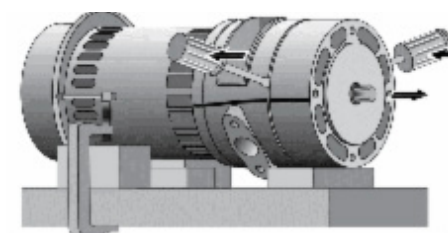

Figura 20
10. Golpee cuidadosamente con un destornillador pequeño o un cincel de hoja delgada entre la voluta intermedia y el adaptador de la bomba en dos o tres lugares alrededor de la bomba para separar las piezas fundidas (Figura 20). No dañe las superficies de sellado; no rompa el adaptador o la voluta; las piezas fundidas se dañan fácilmente.